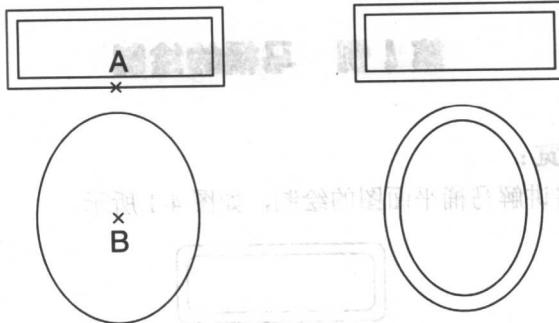

图 4-4 绘制椭圆
4. 选择“绘图”/“椭圆”/“中心点”命令，绘制椭圆，如图 4-4 所示。